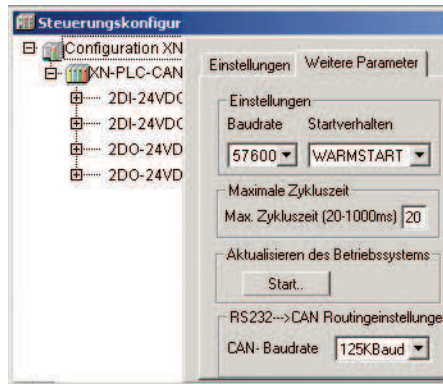

Abbildung 55: Kommunikationsparameter der CPU festlegen
Anschließend können Sie die Parameter der CPU neu festlegen (→ Abbildung 55). Diese Parameter-Änderungen müssen Sie dann für den PC erneut anpassen.
- ▶ Wählen Sie im Listenfeld „Baudrate“ die Baudrate aus (z. B. 57600 Bit/s wie in Abbildung 55).